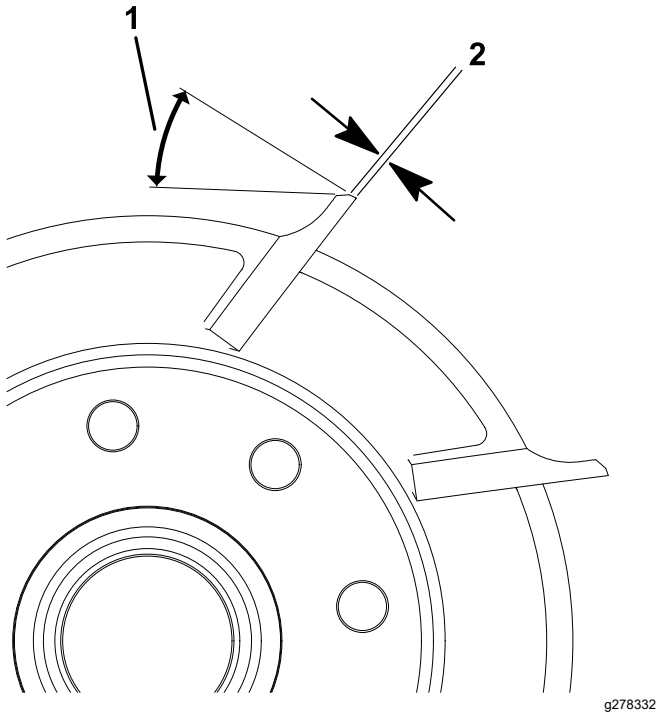

Bild 23
1. Tragen Sie einen Nachschliff von 30° auf alle Messerspindeln auf, bis die Kante 0,8 mm breit ist (Bild 23).